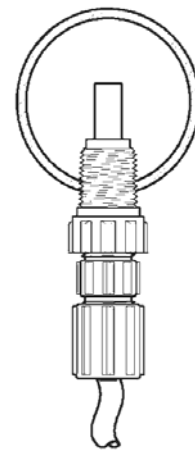

图 6
- 如果注入点的稀释不是很快进行，则会导致管道腐蚀。这个问题很容易避免，只要遵守下面这一简单规则：安装注入接头，使其端部伸入涉及管路的液流中央。根据需要修整注入器顶端。见图 6。注：可提供适用于大型水